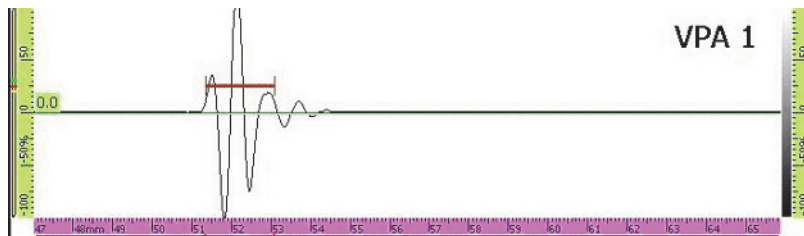

Figura 7-6 Gate A sul segnale della sfera
7. Mediante i pulsanti dei parametri **Inizio** e **Larghezza**, posizionare il gate A in corrispondenza del segnale, come illustrato nella Figura 7-6 a pagina 220.